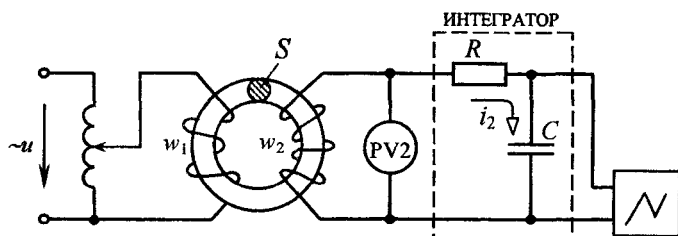

Рис. 4.13
**Задача 4.18.** Цепь (рис. 4.13) используется для наблюдения на экране осциллографа формы кривой индукции в исследуемом ферромагнитном образце. Параметры интегратора:  $R = 1 \text{ Мом}$ ,  $C = 1 \text{ мкФ}$ . Частота источника питания  $f = 50 \text{ Гц}$ . Чувствительность осциллографа  $2,5 \text{ мм/мВ}$ . Сечение образца  $S = 2 \cdot 10^{-4} \text{ м}^2$ , максимальная индукция  $B_{\max} = 1,5 \text{ Тл}$ .